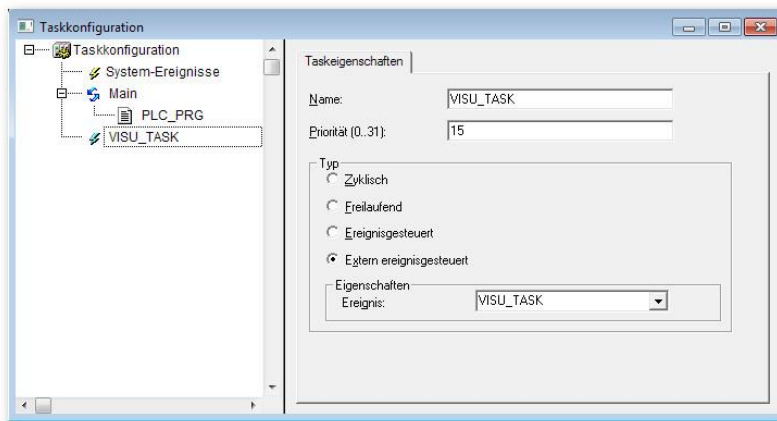

Abb. 4-11: Taskkonfiguration → VISU_TASK
- Falls die Target-Visualisierung verwendet werden soll, muss der Eintrag *VISU_TASK* wie in Abb. 4-11 dargestellt konfiguriert werden. Der Eintrag *MAINTARGETVISU_PAINT_CODE* unter *VISU_TASK* muss gelöscht werden.